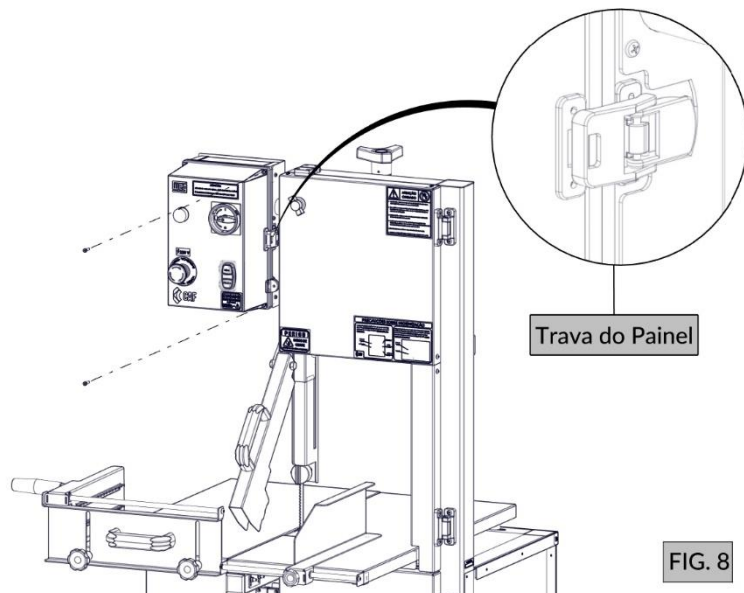
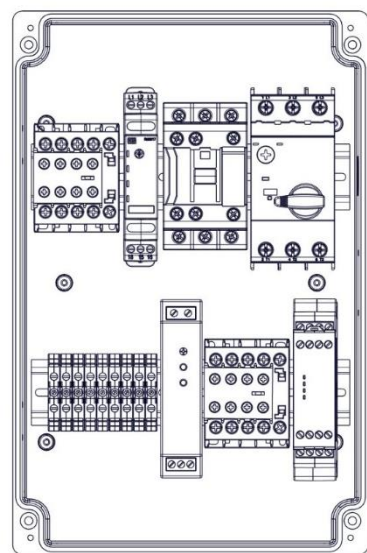

FIG. 8
FIG. 9
- b) Retire os parafusos de fixação (FIG. 8) e abra a trava do painel (FIG. 8) para ter acesso ao conjunto de comandos elétricos da máquina (FIG. 9).
- d) Recoloque o painel, fixando-o com os parafusos de fixação (FIG. 8) para liberar o funcionamento da máquina.